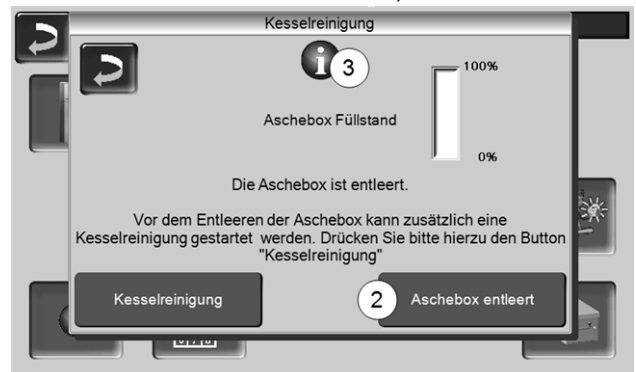

Abb. 2-53
- ▶ Drücken Sie den Button *Kesselreinigung* > Abb. 2-53